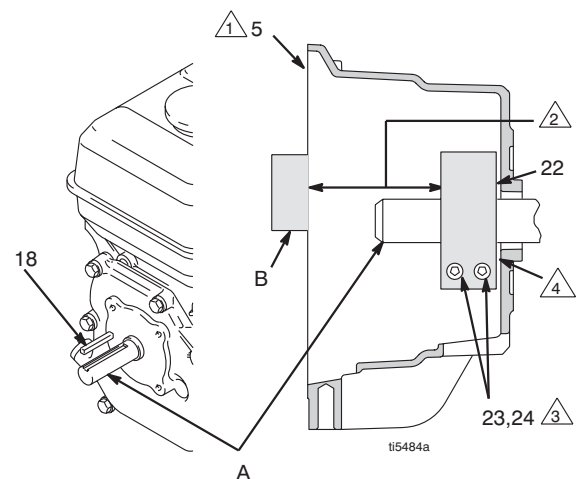

FIG. 10
4. FIG. 10. Løsne to skruer (24) på klemmen (22).
5. Press skrutrekkeren inn i slissen i klemmen (22) og fjern klemmen.
1. FIG. 10. Monter motorens akselkile (18).
2. Bank klemmen (22) på motorakselen (A). Oppretthold dimensjonen som er vist i notat 2. Skråkanten må vende mot motoren.
3. Sjekk dimensjonene: Legg et stivt og rett stykke stål (B) over clutchhusets (19) overflate. Bruk en nøyaktig måleanordning for å måle avstanden mellom stålstykket og klemmens overflate. Klemmen justeres etter behov og de to skruene trekkes til med et moment på (24) til  $125 \pm 10$  in-lb ( $14 \pm 1,1$  N·m).
4. Monter spolen (25) på motorens drivaksel.
5. Monter fire skruer (23) og låseskiver (24) med et tiltrekningsmoment på 125 in-lb.